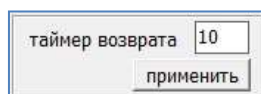

Рисунок 88 – Окно таймера возврата
9.3.6 Кнопка «Таймер возврата» предназначена для открытия/закрытия окна, позволяющего ввести временную задержку на активацию режима возвращения БВС в точку старта при обрыве связи между НСУ и БВС (Рисунок 88). Величина задержки вводится в секундах. Активация введенного значения производится с помощью нажатия кнопки «Применить».